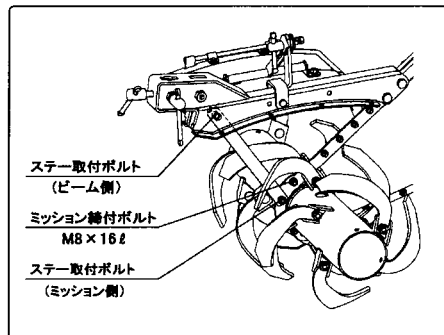

図55
- ② ステア取付ボルト (ビーム側) をゆるめてください。(図55)
- ③ ステア取付ボルト (ミッション側) のボルトを取外してください。(図55)
- ④ ミッション締付ボルト (M8×16 ϕ) を取外してください。(図55)